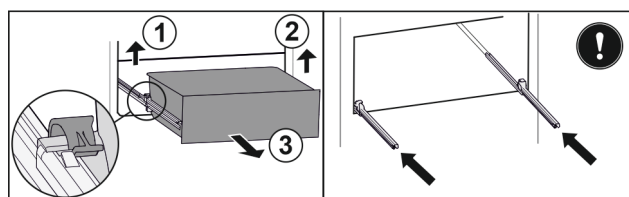

Fig. 215
- Soulever la bride gauche et tirer dans le même temps la partie gauche du tiroir vers l'avant. Fig. 215 (1)
- Soulever la bride droite et tirer dans le même temps la partie droite du tiroir vers l'avant. Fig. 215 (2)
- Retirer le tiroir par l'avant. Fig. 215 (3)